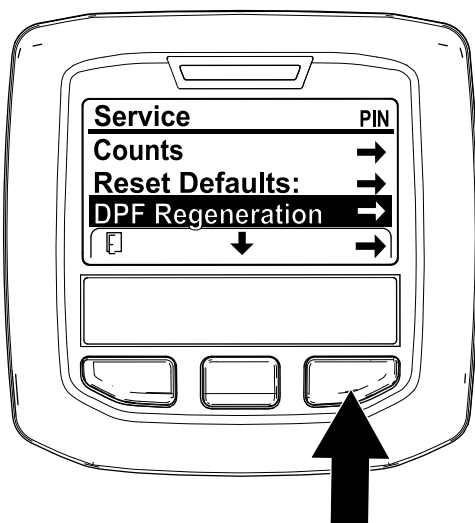

Figura 40
1. Accedete al menu Service e premete il pulsante centrale per scorrere il menu verso il basso fino all'opzione DPF REGENERATION ((Rigenerazione FAP) (Figura 40).
2. Premete il pulsante destro per selezionare la voce DPF Regeneration (Figura 40).